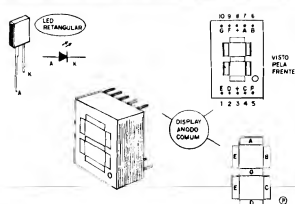

Fig. 4
**- FIG. 4 - DETALHANDO OS DISPLAYS...** - Os três dígitos dos displays do TEDIG são formados por unidades do tipo anodo comum, de configuração padrão (são displays a LEDs, de 7 segmentos, mais um ponto decimal...), componentes de 10 pinos, cuja identificação de terminais é claramente mostrada na figura... Como é convencional em Eletrônica Digital, os segmentos do display (aqueles "pedacinhos" com os quais são "desenhados" os algarismos, de "0" a "9"...), são codificados com letras, de "A" até "G", havendo, contudo a presença também de um elemento extra, um ponto decimal (identificado, na figura,